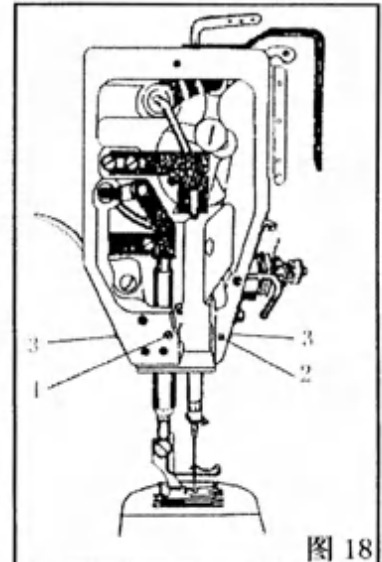

图 18
1) 机针在针板槽纵向中心位置的调整 (图 18)：将面板的两个螺钉拧出，拧松紧定螺钉 (1) 和 (2) 并慢慢调节机臂前后侧的针杆摆动架导向螺钉 (3) 的位置，以至能将机针在纵向调至针板槽的中心位置，然后拧紧紧定螺钉 (1) 和 (2) 并将面板安装好。